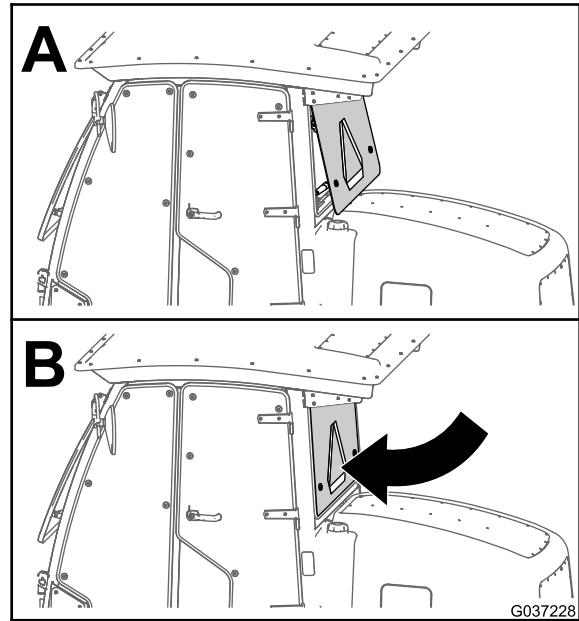

Figura 59
1. Cierre la ventanilla trasera de la cabina (Figura 59).